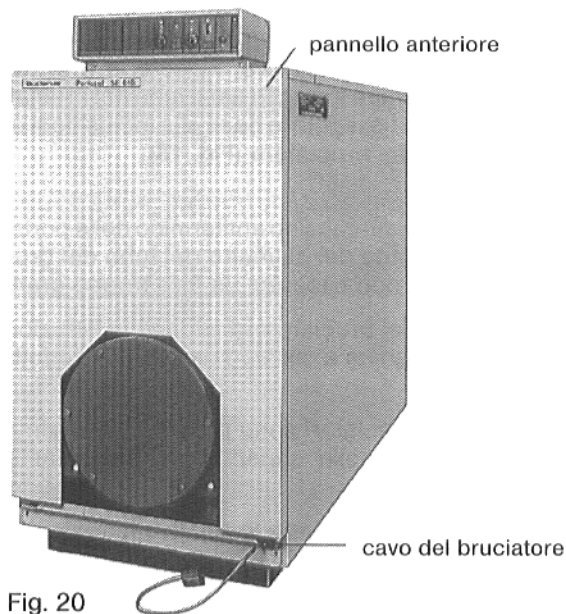

Fig. 20
1. Estrarre il pannello anteriore verso l'alto e toglierlo dal davanti (Fig. 20).